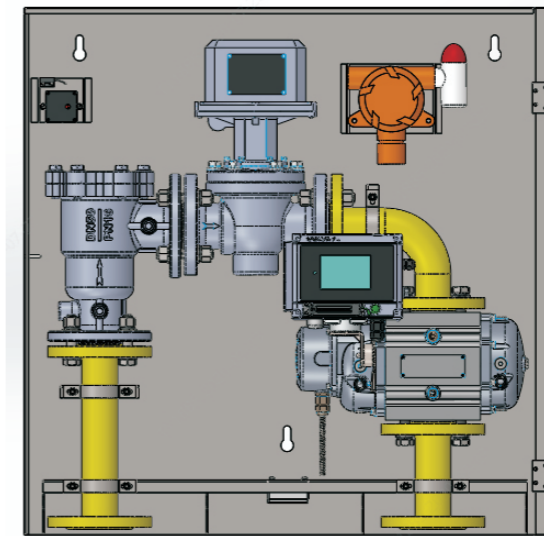

图6 安装流量计组合件示意图
- a) 如图6所示安装流量计组合件：利用三颗膨胀螺钉将流量计组合安装在墙壁上；